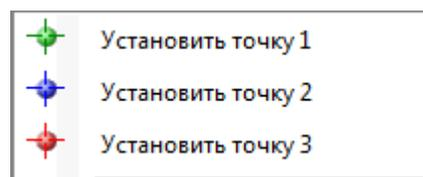

Рисунок 2.156
- графически: наведя курсором на нужные узлы и щелкнув правой кнопкой мыши (рисунок 2.156).